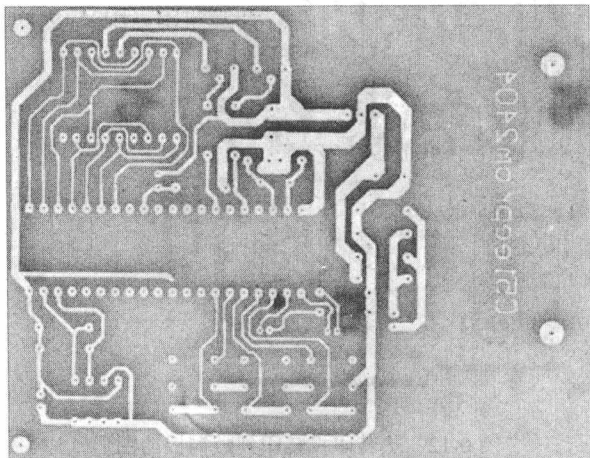

图 0-15 电路板被用汽油清洗后的图形
- ⑤ 用汽油清洗电路板上的黑色炭粉，如图 0-15 所示。